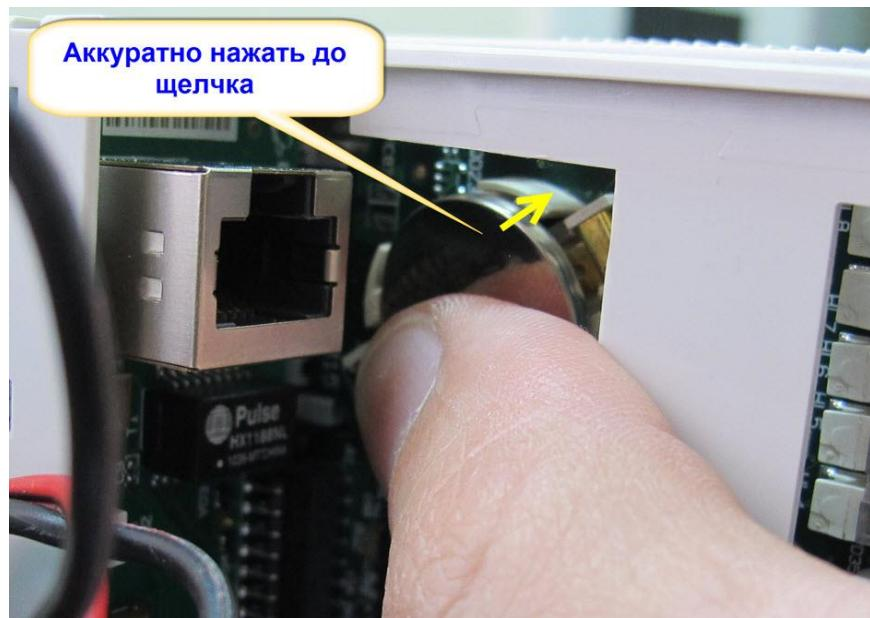

Рис. 5.9 Зашелкивание батареи в гнезде
8. Аккуратно нажмите на батарею большим пальцем правой или левой руки до защелкивания в гнезде-держателе, как показано на Рис. 5.9.